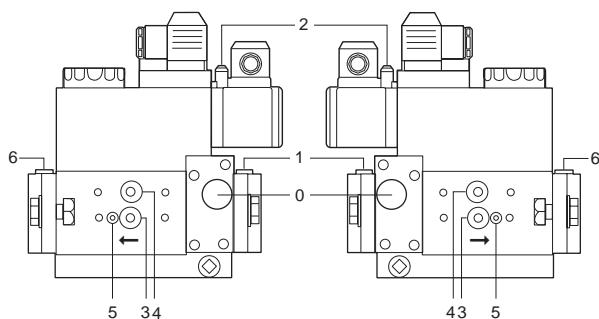
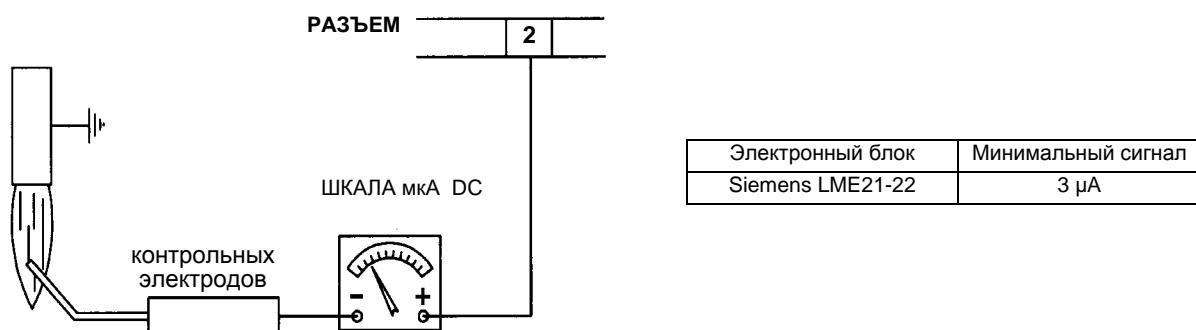

Рис. 23
Рис. 36
- Почистить фильтры газовых клапанов. (см. Рис. 23 и последующие).
- Проверить запальчный и контрольный электроды, почистить, подрегулировать и, при необходимости, заменить (см. Рис. 23). В случае возникновения сомнений, проверить систему контроля после запуска горелки, следуя схемам на Рис. 36).
В случае блокировки горелки, необходимо провести следующие проверки. Чтобы измерить сигнал детектирования, следуйте схеме на Рис. 36. Если сигнал ниже указанного значения, проверьте положение контрольного электрода, электрические контакты и, при необходимости, замените контрольный электрод.